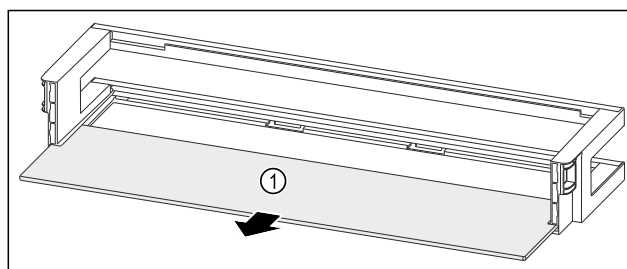

Fig. 116 Balconcino controporta con ripiano
- Rimuovere il ripiano Fig. 116 (1).